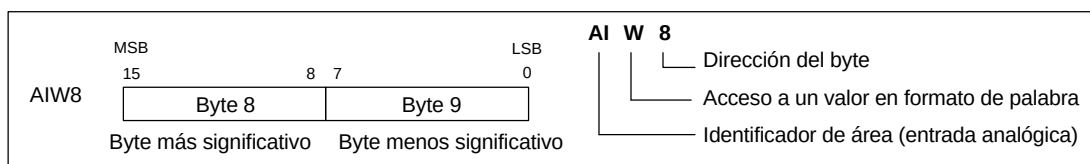

Figura 5-5 Acceso a una entrada analógica
La CPU S7-200 convierte valores reales analógicos (p.ej. temperatura, tensión, etc.) en valores digitales en formato de palabra (de 16 bits). A estos valores se accede con un identificador de área (AI), seguido del tamaño de los datos (W) y de la dirección del byte inicial. Puesto que las entradas analógicas son palabras que comienzan siempre en bytes pares (p.ej. 0, 2, 4, etc.), es preciso utilizar direcciones con bytes pares (p.ej. AIW0, AIW2, AIW4, etc.) para acceder a las mismas, como muestra la figura 5-5. Las entradas analógicas son valores de sólo lectura.